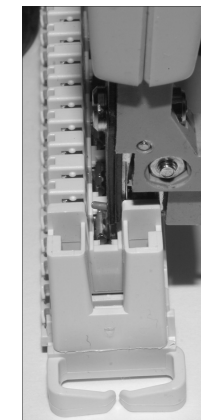
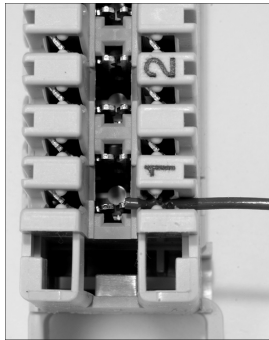

Abbildung 2.14 Die richtige Position des Anlegewerkzeugs
Abbildung 2.15 Fertig hergestellte Schneid-Klemmverbindung
5. Bringen Sie Ihr Anlegewerkzeug in Position. Der klotzartige Teil zeigt zur abgehenden Ader, der schmale Teil (Schneide) zum Überstand (Abbildung 2.14). Drücken Sie nun mit einer schnellen, kraftvollen Bewegung das Werkzeug gegen die Leiste. Sie arbeiten dabei gegen eine Feder. Nach einem deutlich spürbaren Ruck mit einem schnappenden Geräusch nehmen Sie das Werkzeug weg. Durch die Kraft von oben haben Sie die Ader in die scharfkantigen Kontakte gedrückt. Dabei wurde die Isolierung durchdrungen und der elektrische Kontakt hergestellt (Abbildung 2.15). Anschließend verfahren Sie mit den restlichen Adern genauso.